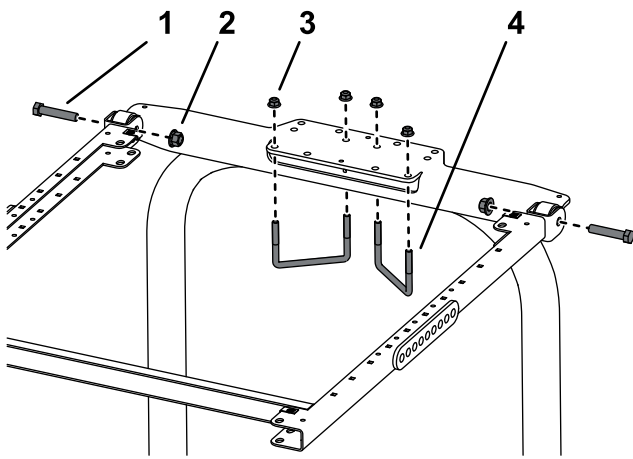

Bild 43
1. Befestigen Sie die Befestigungshalterung des Überrollschutzes an der Oberseite des Überrollbügels des Sprühfahrzeugs (Bild 43).
2. Befestigen Sie den Rahmen an der Befestigungshalterung des Überrollschatzes (Bild 43).
3. Befestigen Sie die Befestigungshalterung des Überrollschatzes mit zwei U-Bügeln ($4\frac{7}{8}$ " x $2\frac{3}{4}$ ") und vier Bundmutter in den in Bild 43 abgebildeten Befestigungslöchern an der Oberseite des Überrollbügels.